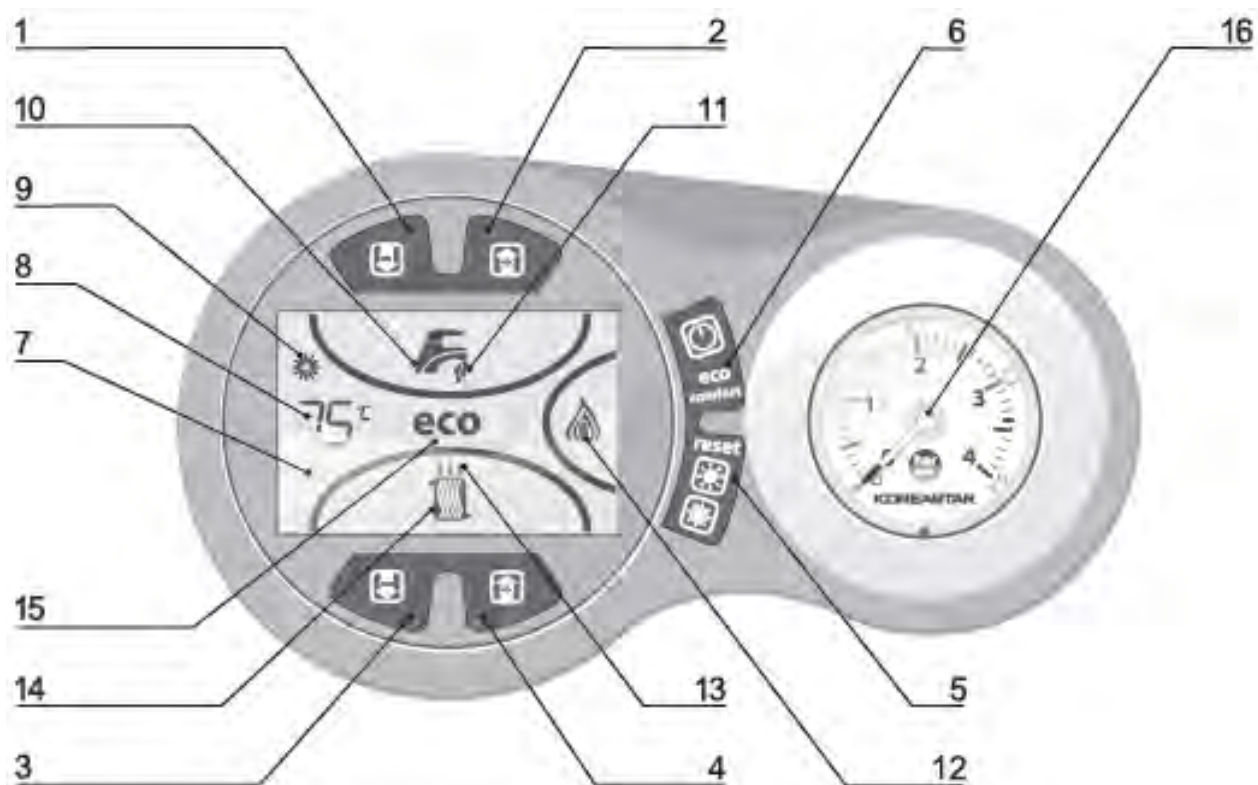

Рис. 2 Общий вид панели управления
- Нажмите кнопку включения (см. рис. 2 поз. 6) и удерживайте ее, пока котел не включится;
Если на дисплее возникает код ошибки (см. разд. 5.3), нажмите кнопку RESET («Сброс») (см. рис. 2 поз. 5) или устраните причины, вызывающие возникновение ошибки. В следующие 30 секунд система повторит цикл розжига.
- Нажмите и удерживайте в течение 5 секунд кнопку выключения котла  (см. рис. 2 поз. 6);
С помощью кнопок регулировки температуры ОВ (см. рис. 2 поз. 3 и 4) можно изменить температуру с минимальной 30 °С до максимальной 85 °С. Не рекомендуется настраивать котёл на работу при температуре ниже 45 °С.
С помощью кнопок регулировки температуры ГВС (см. рис. 2 поз. 1 и 2) можно изменить температуру с минимальной 35 °С до максимальной 55 °С.
С помощью кнопки выбора режимов Лето/Зима (см. рис. 2 поз. 5) включите или выключите соответствующий режим.
На дисплее появится или отключится символ индикации летнего режима (см. рис. 2 поз. 9).
В режиме «COMFORT» котёл постоянно поддерживает установленную пользователем температуру горячей хозяйственной воды, позволяя тем самым сократить время ожидания после открытия крана водозабора до минимума. Данное устройство может быть отключено пользователем нажатием на кнопку ECO/COMFORT (см. рис. 2 поз. 6).
Для включения режима «COMFORT» нажмите кнопку ECO/COMFORT (см. рис. 2 поз. 6) при этом на дисплее погаснет символ «ECO» (см. рис. 2 поз. 15).
Давление в системе ОВ контролируется по показаниям манометра, расположенного на передней панели котла (см. рис. 2 поз. 16).
Некоторые ошибки маркированы символом **A**, вызывают выключение котла. В этом случае пользователь должен вручную перезагрузить котел, нажав кнопку «RESET» (Сброс) (см. рис. 2 поз. 5).
Неисправен или некорректно работает электрод розжига-ионизации	<ul style="list-style-type: none"> – Нажмите кнопку «RESET» (Сброс) (см. рис. 2 поз. 5). – Если ошибка повторяется, то обратитесь в сервисный центр.
Неисправен газовый клапан	<ul style="list-style-type: none"> – Нажмите кнопку «RESET» (Сброс) (см. рис. 2 поз. 5). – Если ошибка повторяется, то обратитесь в сервисный центр.